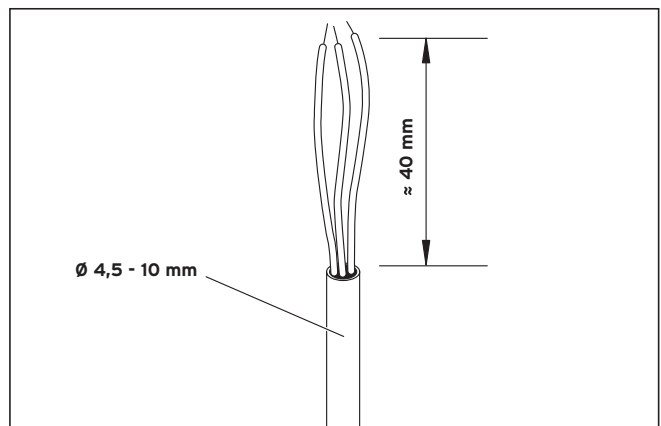

Abb. 4.14 Kabelisolierung entfernen
- Entfernen Sie die Isolation des Kabels, wie in Abbildung 4.14 dargestellt.